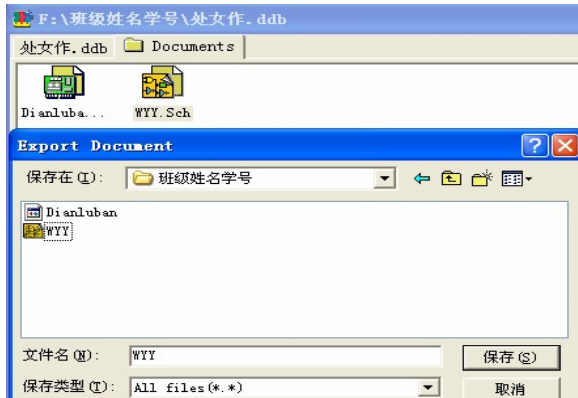

图 1-5 导出文件对话框
- (1) 在 C 盘下新建一个名为“班级姓名学号”的文件夹。
- (2) 将光标移到要导出的文件图标上，单击鼠标右键，在弹出的快捷菜单中选择 Export。
- (3) 在弹出的导出文件对话框中，设定导出文件的路径 C:\ 班级姓名学号，最后单击保存按钮，完成导出操作，如图 1-5 所示。